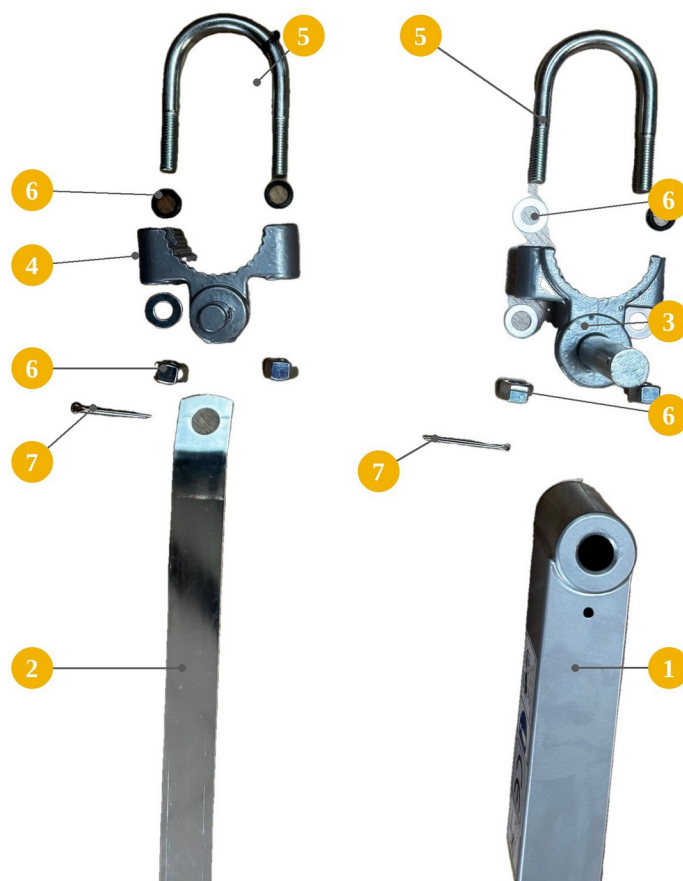

FIG. 4 — Soportes, abrazaderas y pasadores
- 3) Coloque el soporte inferior (3) contra el tubo, con el pivote vertical hacia arriba. Pase la abrazadera en U (5) alrededor del tubo, introduzca sus extremos en los orificios del soporte, coloque las arandelas y las tuercas (6) y apriételas a mano (Fig. 4).
- 4) Monte de la misma forma el soporte superior (4) por encima del inferior, en la misma vertical y orientado hacia el mismo lado.
- 5) Introduzca el extremo de la pluma (1) en el pivote del soporte inferior (3) y asegúrelo con un pasador de aletas (7), abriendo sus patas.
- 6) Introduzca el ojal del tirante (2) en el pivote del soporte superior (4) y asegúrelo con el otro pasador de aletas (7).